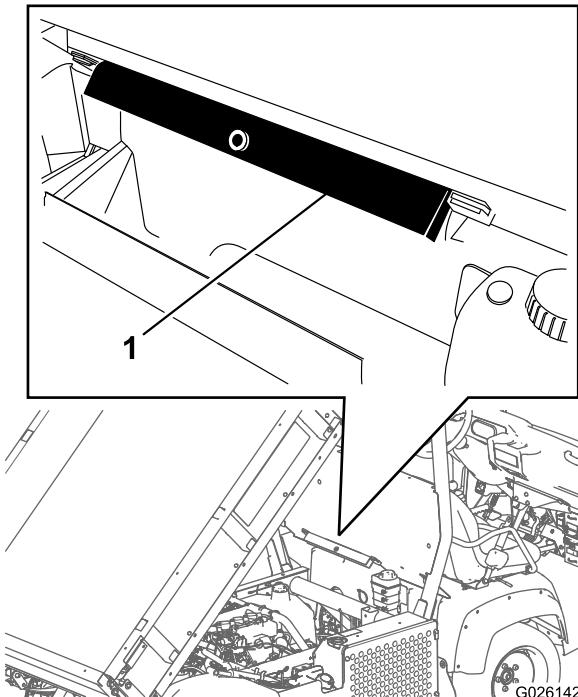

Figure 31
2. Sortez la béquille de sécurité des supports de rangement au dos du panneau du système ROPS (Figure 31).